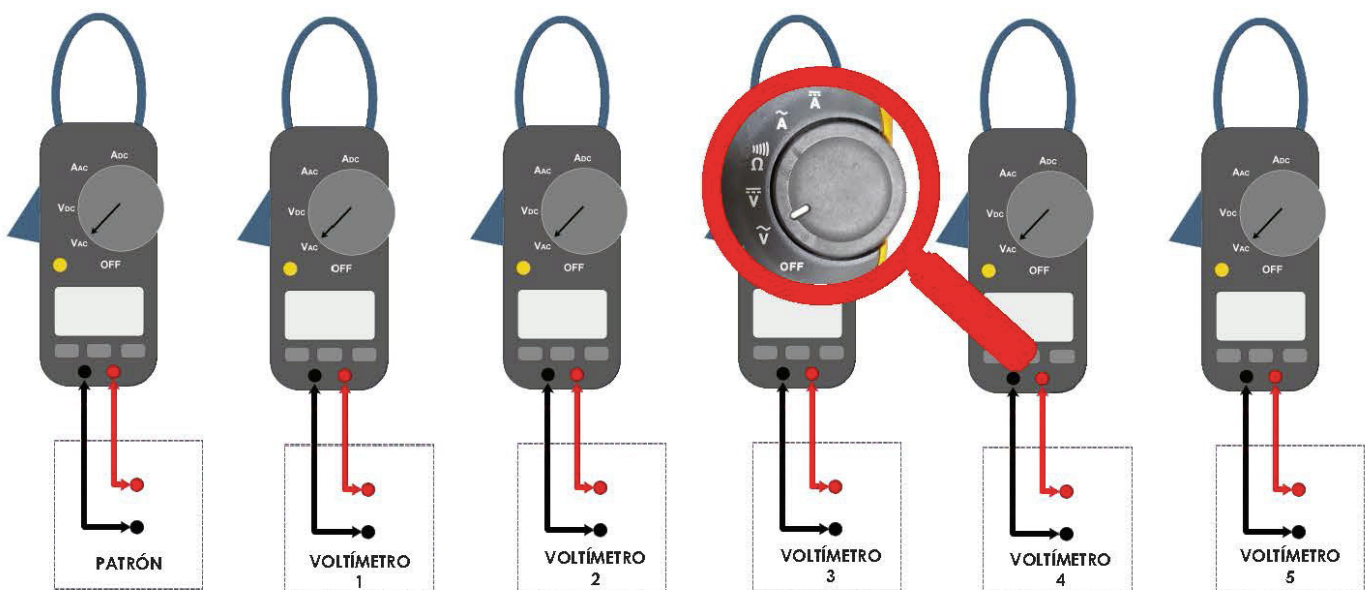

Figura 6. Conexión de elementos para ensayos de tensión
4. Coloque los elementos a verificar y el voltímetro patrón en el soporte de instrumentos (ver figura 6).